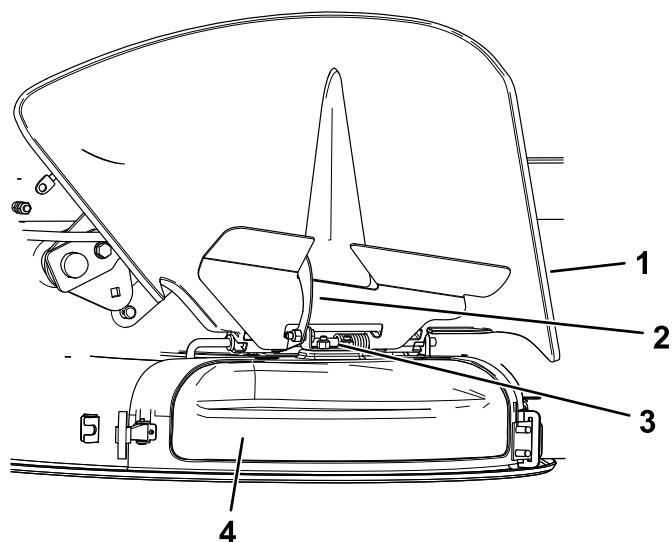

Рисунок 15
4. Отсоедините защелку в форме крюка в верхней части крышки выброса от оси поворота (Рисунок 15).
- В верхней части крышки выброса зацепите защелку в форме крюка за ось поворота отражателя в сборе (Рисунок 15).